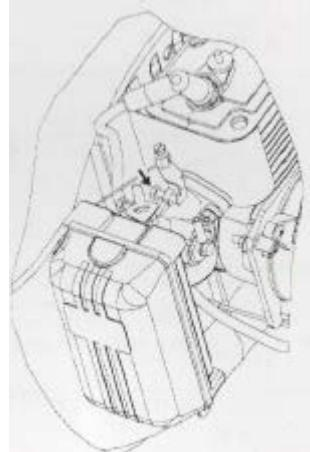

Рисунок 13. Настройка холостого хода
1. Отрегулируйте скорость работы двигателя при помощи винта (рисунок 13), при закручивании число оборотов увеличивается.